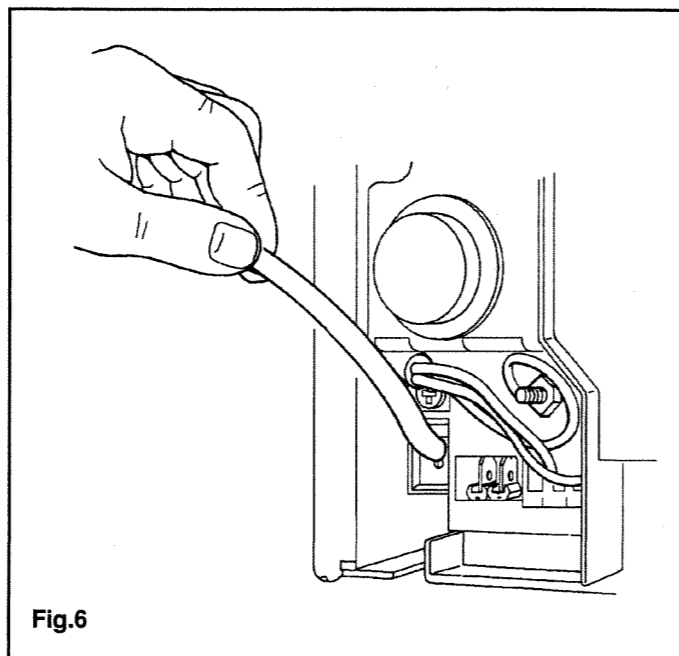

Fig.6
- * introdurre il cavo a due fili, dalla parte frontale verso la parte posteriore della caldaia (fig. 6) e collegarlo ai morsetti 1-2;